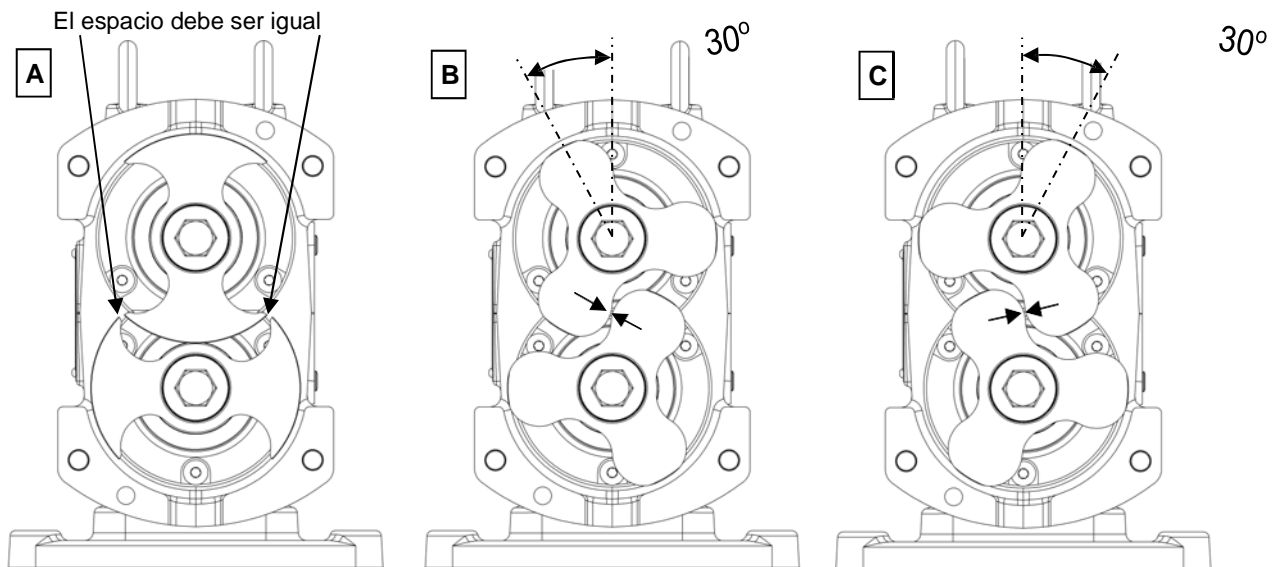

Figura 56: Revisar sincronización de los rotores
8) La sincronización del rotor es crítica para que la bomba funcione bien. Una vez que los engranes estén fijados en su lugar, instale los rotores en los ejes desnudos y asegúrelos con los tornillos del rotor. Para los rotores de dos alas, el espacio entre las puntas de los rotores debe ser igual (Figura 56, A). Para los rotores trilobulares, mida el espacio entre los lóbulos (Figura 56, B y C). El espacio correcto de los rotores se puede encontrar en la página 33. Si los espacios son incorrectos, proceda al paso 9, de lo contrario salte al paso 10.